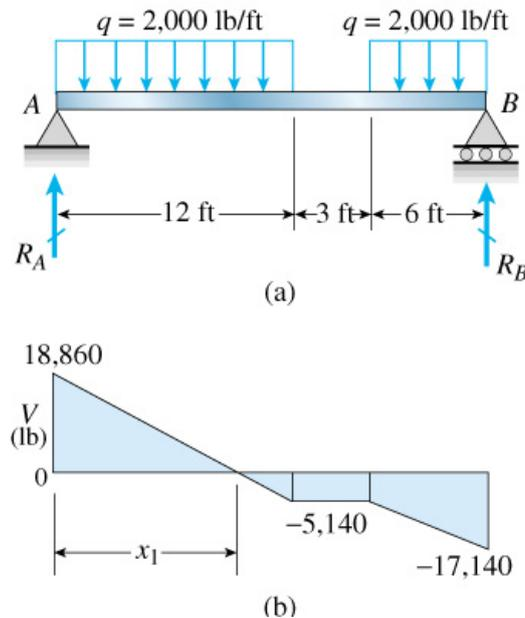

Figura 17 – Projeto de uma viga simples com cargas uniformes parciais. (Gere, 2003)
- 2) Uma viga simples AB com um vão de comprimento igual a 21 ft deve suportar um carregamento uniforme $q = 2000\text{ lb/ft}$ distribuído ao longo da viga na forma ilustrada pela Figura 17. Considerando-se tanto o carregamento uniforme como o peso da viga, e também utilizando uma tensão de flexão admissível de 18.000 psi , selecione uma viga de aço estrutural com a forma de flange largo que suporte os carregamentos.